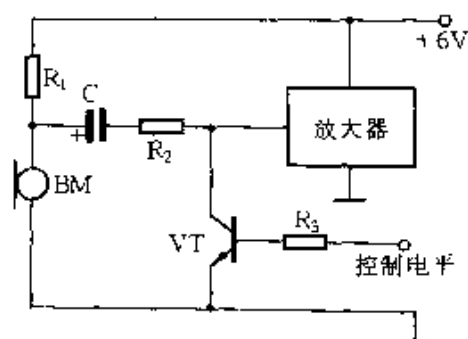

图 2-219
④ 晶体三极管可以用作可变电阻。图 2-219 所示为录音机录音电平自动控制电路(ALC 电路),话筒输出的信号经 R_2 与 VT 集-射极间等效电阻分压后,送往放大器进行放大。由于晶体三极管集-射极间等效电阻随其基极电流变化而变化,而基极电流由放大器输出信号经整流获得的控制电平所控制,使分压